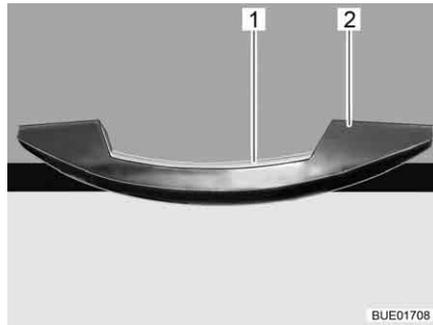

Bild 59 Griff mit Entriegelungsleiste (Beispiel)
- Entriegelungsleiste (Bild 59,1) drücken und gedrückt halten.
- Am Griff (Bild 59,2) ziehen, bis die Möbelklappe offen ist.